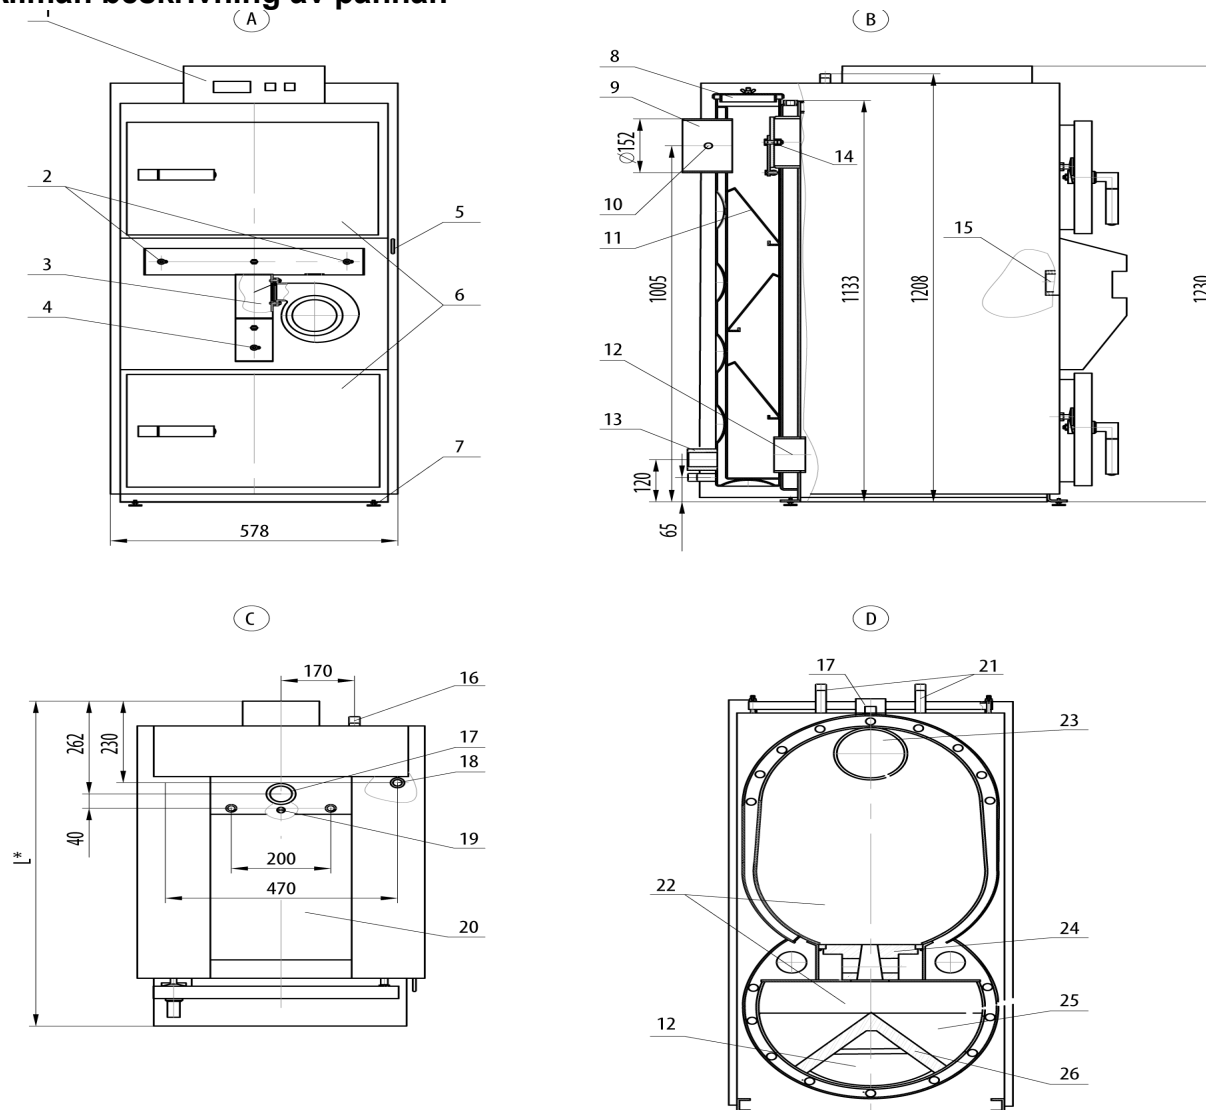

FIG. 1 Allmän beskrivning av pannan
- Pannan är ansluten till värmesystemet genom anslutningsrör 17 – framledning till värmesystemet och 13 - returledning från värmesystemet (bild 1);
- Det finns en nippel 16 för vattenpåfyllning eller tömning från pannan (bild 1); med utvändig gänga ½ "R på nippeln 16;